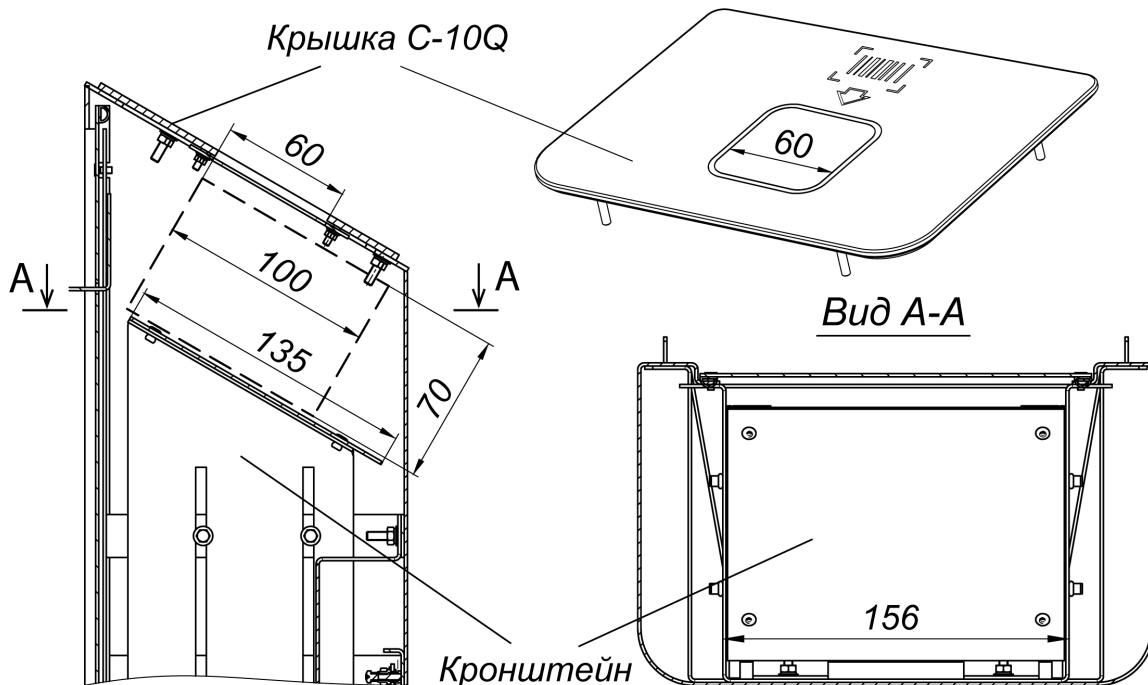

Рисунок 31. Внешний вид боковой крышки PERCo-C-10Q и порядок установки сканера штрихкода (пунктиром показаны габариты сканера)
1. Подключите монетоприемник к СОМ-порту ПК при помощи кабеля **WEL-R7U06** (имеется в комплекте поставки), разъем для подключения расположен на боковой панели монетоприемника (см. рис. 31).
2. Подайте питание на монетоприемник (контакты 1 и 2 клеммной колодки **XTU4**, см. рис. 23). Загорится индикатор (показан на рис. 31).
9. Проверьте положение микропереключателей на боковой крышке монетоприемника (см. рис. 31):